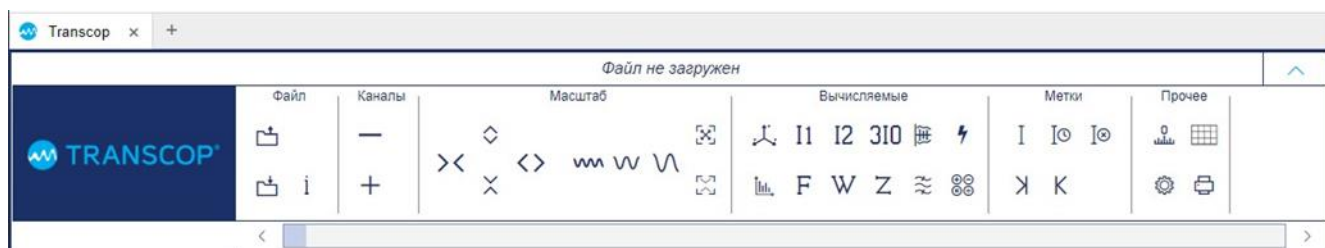

Рисунок 48 – Вариант оформления «Cobbles»
- «*Cobbles*» – все элементы меню расположены на одной панели (рис. 48);